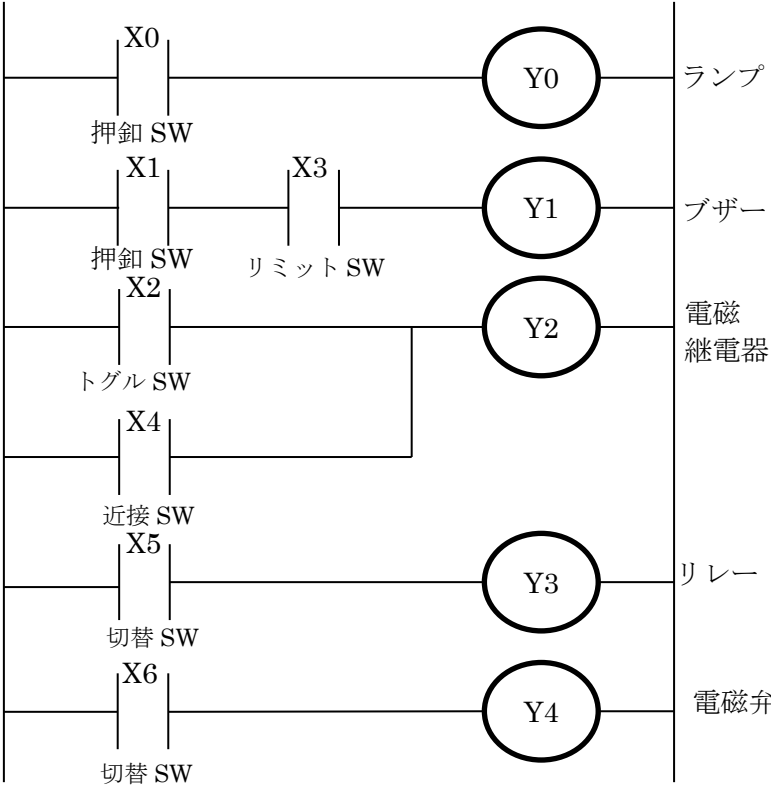

図 1 ラダー図
- (2) 図 1 のようにラダー図を作成する。
(3) ラダー図に基づき表 3 のリストプログラムを作成する。